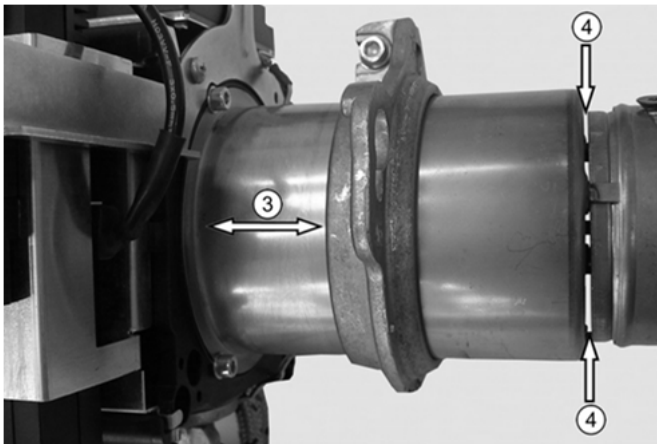

Abb. 4: Maß L ③ und Rezirkulationsslitze ④
- ➔ Beachten Sie die nachstehende Werkseinstellung bei der Anpassung der Feuerraumtiefe (s. Abb. 4):